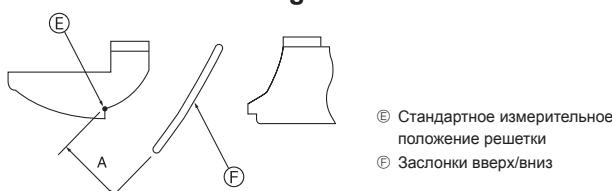

Fig. 5-10
- ③ Для регулировки нужного направления потока воздуха, медленно поднимите/ опустите заслонки в пределах указанного диапазона. (Fig. 5-10)